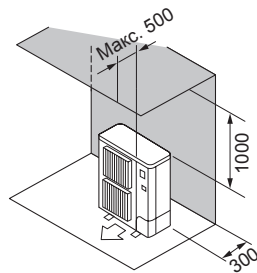

Fig. 2-4
- ② Перешкоди ззаду та згори (Fig. 2-4)